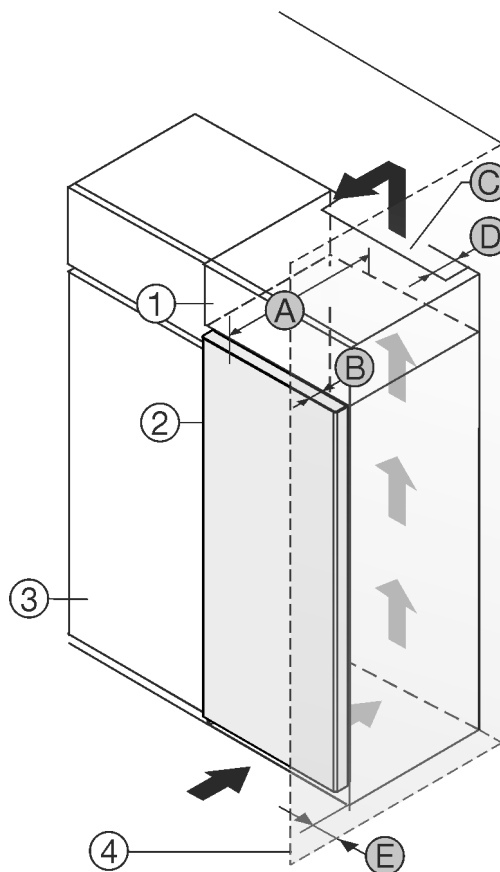

Fig. 1
Ви можете встановити пристрій безпосередньо поряд із кухонною шафою Fig. 1 (3)*.
Зі зворотного боку шафи для встановлення на пристрій слід передбачити вентиляційну шафу завглибшки Fig. 1 (D) на всю ширину цієї шафи.*
Слід дотримуватись вентиляційного отвору Fig. 1 (C) в стелі приміщення.*
Якщо пристрій із шарнірами встановлюється поряд зі стіною Fig. 1 (4), відстань між пристроєм і стіною повинна бути не менше 13 мм .*
Щоб мати можливість повністю відкривати дверцята, потрібно, щоб пристрій виступав на відстань глибини дверцят Fig. 1 (B) відносно передньої панелі кухонної шафи. Залежно від глибини кухонних шаф Fig. 1 (3) та використання пристінних розпірок пристрій може ще більше виступати вперед.*